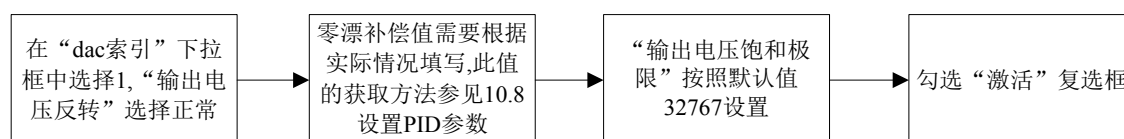

图 4-31 闭环模式下 dac 配置流程
(2) 切换到“step”页。取消勾选“激活”复选框。
(3) 切换至“dac”页，如图 4-31 所示。